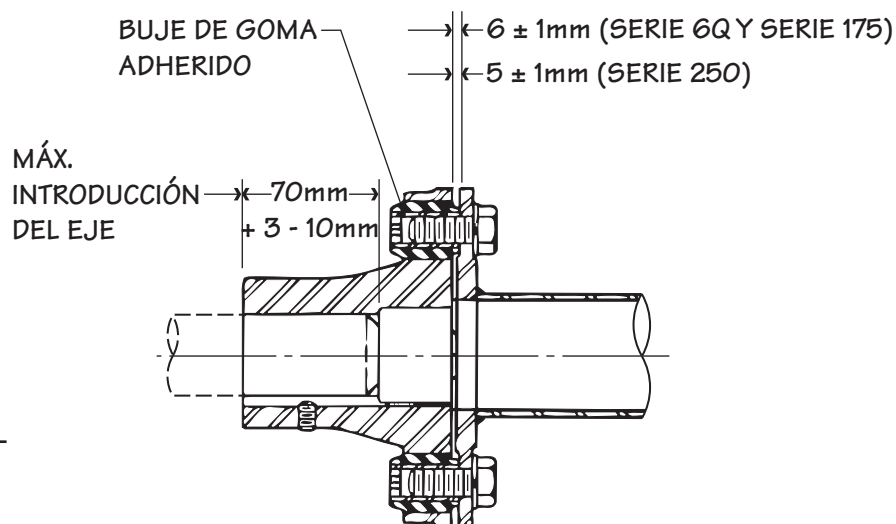

Figura 4
Fíjese en la coincidencia de los números de las bridas del eje motriz y quite los yugos. Recubra el eje del motor y del Geareducer con "Thred-Gard" (Crane Packing Co.) o un lubricante similar. Introduzca la cuña hasta la mitad en los ejes del motor y del Geareducer, instale entonces los yugos como se muestra en la Figura 4. Utilice un martillo de goma o un bloque de madera cuando golpee los yugos para evitar que se dañen. Apriete cada prisionero de yugo contra la cuña.
Alinee los números coincidentes en la tubería y las bridas del yugo y atornille el conjunto de brida y tubería al yugo del Geareducer mientras que apoya el extremo del motor del conjunto de brida y tubería. Deslice el motor de modo tal que el yugo del motor pueda atornillarse al conjunto de bridas y tubería sin empujar o tirar de los bujes. Alinee los números coincidentes y atornille el yugo del motor al conjunto de brida y tubería. La distancia entre la tubería y las bridas del yugo debe ser la que se muestra en la Figura 4.
Alinee el eje motriz hasta que la lectura total del indicador en cada extremo no exceda de 0.005" (0.13 mm). Apriete todos los pernos de montaje del motor y del Geareducer, y compruebe de nuevo la alineación. Mantenga la holgura entre la cara de la brida y la cara del yugo como se muestra en la Figura 4.
8. Si el motor se movió hacia atrás para permitir la extracción del conjunto de tubería y brida, ponga el motor en su posición original, asegurándose de que se mantenga el espaciamiento entre bridas. Vea la Figura 4. Apriete los pernos de máquina de $\frac{5}{8}$ " o los tornillos de cabeza hexagonal. Para los ejes motrices de la Serie 6Q y la Serie 175, utilice una llave Allen para evitar que el buje gire en su alojamiento. Compruebe de nuevo la alineación del eje motriz y apriete los pernos de montaje del motor.